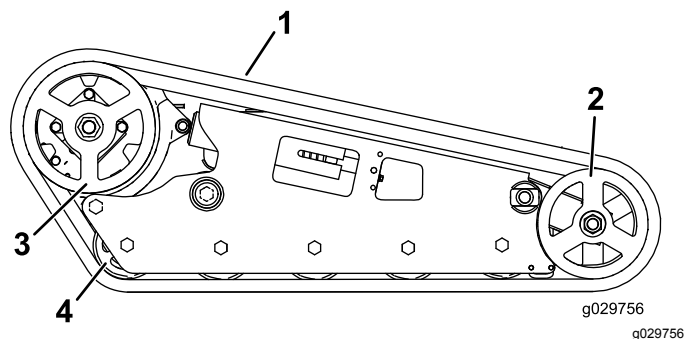

図 57
**重要** ロードホイール、前ホイール、駆動スプロケットも完全に洗浄してください 図 57。洗浄されているロードホイールは自由に回転します。